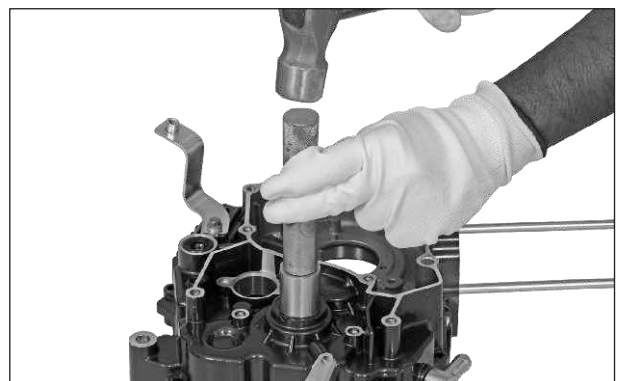

Fig. 3.142
- Con ayuda de la herramienta especializada, puede retirar o montar los rodamientos y los retenedores de aceite. (Fig. 3.142)